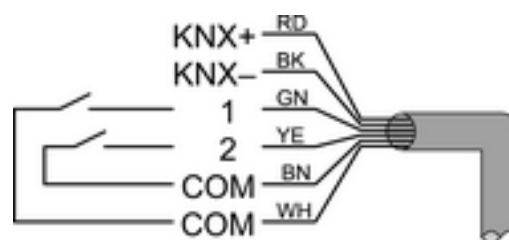

Figure 3
- Le cas échéant, raccorder des contacts libres de potentiel aux entrées (figure 3).